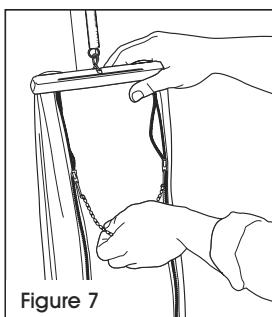

Figure 7
1. Saisissez le haut du sac et ouvrez les deux fermetures à glissière en tirant vers le bas sur le connecteur de double fermeture à glissière. (Voir Figure 7)